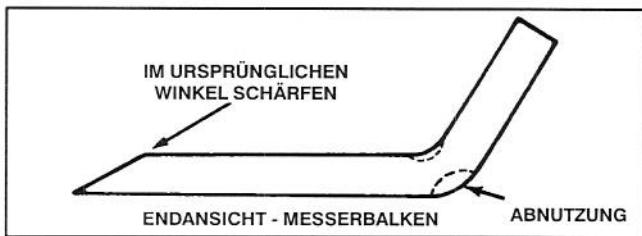

Abbildung 14
Jedesmal, wenn der Aufsitzmäher hochgekippt wird, den Messerbalken prüfen. Wenn dessen Befestigungsschraube locker ist, diese auf 61-81 Nm festziehen. Wenn Messerbalken oder Windflügel (Abb. 14) am Ende des Messers abgenutzt, korrodiert oder angerissen sind, den Messerbalken auswechseln. Verbogene und exzentrische Messerbalken austauschen. Um den sicheren Betriebszustand zu gewährleisten, immer nur echte TORO Ersatzteile verwenden. NIE 'PASSEN SCHON' MESSER VERWENDEN.
7. Die Schnittfläche an beiden Enden des Messerbalkens mit Hilfe einer Feile schärfen (Abb. 14).